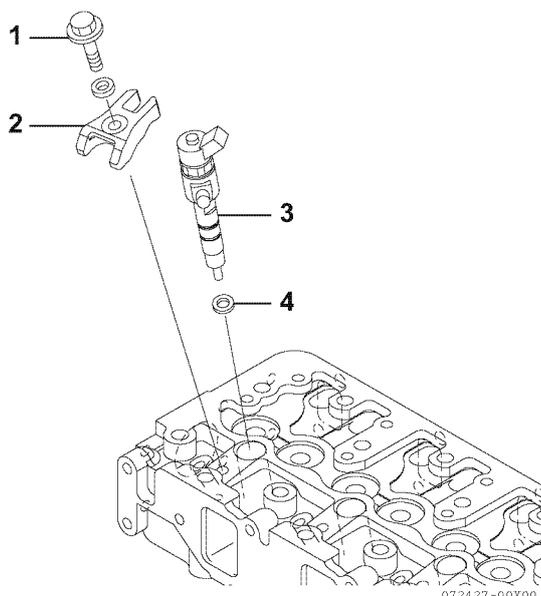

Figure 7-9
5. Desserrez le boulon de retenue du dispositif de fixation de l'injecteur (1, **Figure 7-9**) (M8) et retirez le dispositif de retenue (2, **Figure 7-9**).
6. Retirez l'injecteur (3, **Figure 7-9**) et les sièges d'injecteur (joints) (4, **Figure 7-9**).